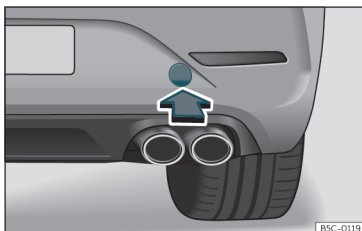

Abb. 45 Auf der rechten Seite des hinteren Stoßfängers: Abdeckung entfernen.
Die Abschleppöse wird in die hinter einer Abdeckung auf der rechten Seite des hinteren Stoßfängers befindliche Aufnahme eingeschraubt»» **Abb. 45**.
- Auf den unteren Bereich der Abdeckung »» **Abb. 45** drücken, um die Verrastung zu lösen.